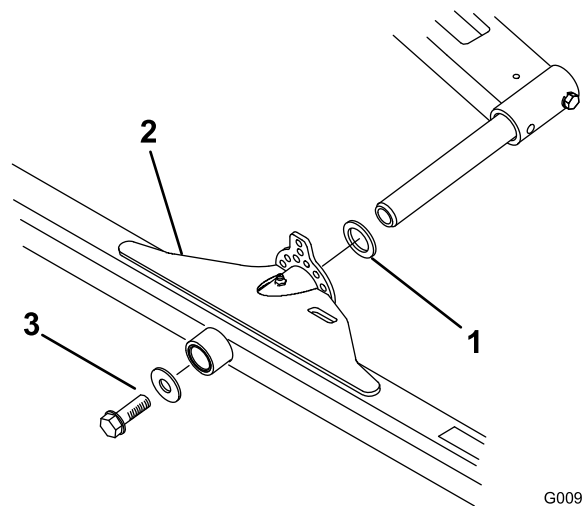

図 9
1. 昇降アームのピボット・ロッドにスラストワッシャを通す（図 9）。
2. ピボット・ロッドに、カッティングユニットのキャリアフレームを取り付け、平ワッシャとフランジヘッド・ボルトで固定する（図 9）。